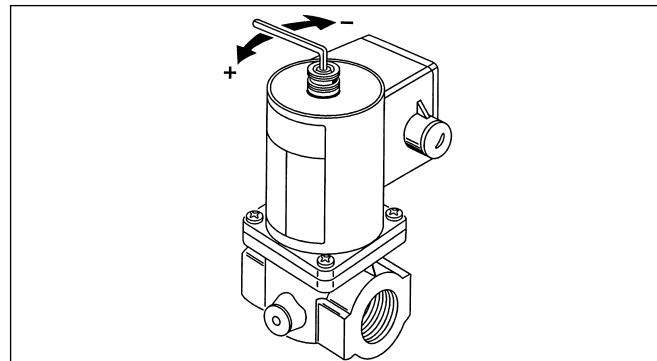

Fig. 1
**VE 4... B series (see fig. 1)****Flow rate adjustment**
### VE4...B Serie (Siehe Bild 1)